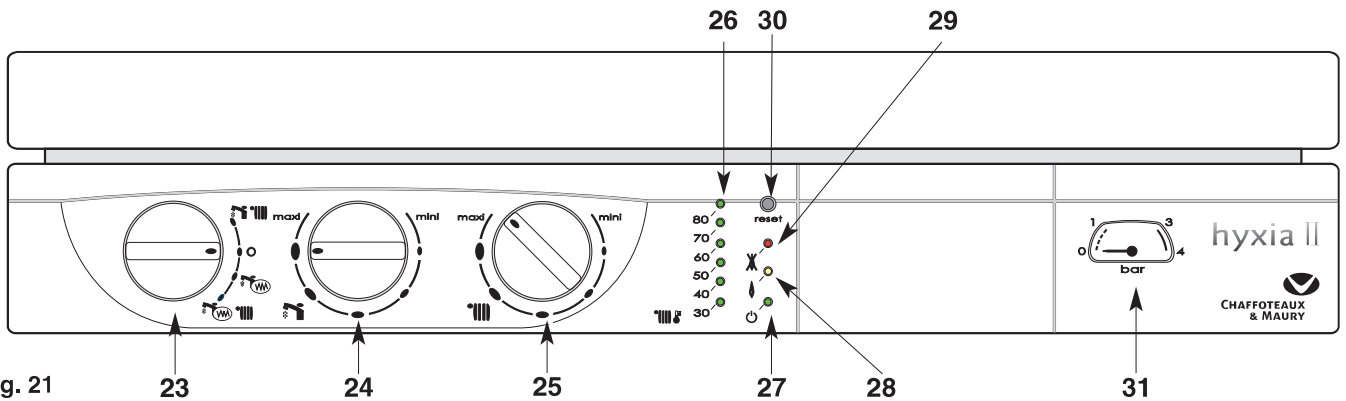

Fig. 21
### Tableau de bord (fig. 21)
- Placez le commutateur **23** (fig. 21) en position  voyant vert **27** allumé ; le voyant orange **28** (fig. 21) s'allume chaque fois que le brûleur entre en fonction.
Le bouton de réglage du chauffage **25**  (fig. 21) donne la possibilité d'ajuster la température de l'eau du circuit de chauffage en fonction des besoins saisonniers.
- Placez le commutateur **23** en position «O » le voyant vert **27** (fig. 21) reste allumé. La fonction hors gel de la chaudière reste active.
*Ne pas oublier de le rouvrir en début de saison de chauffage, lorsque l'on replace le commutateur **23** (fig. 21) en position  .*